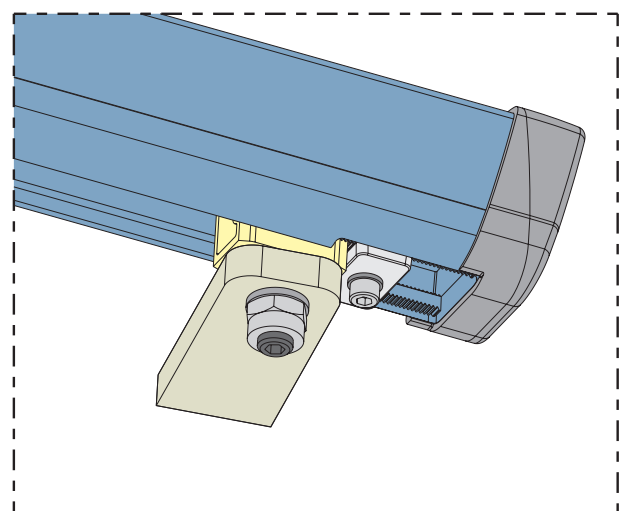

Abb. 21
- 4) Den Anschlag in die Nähe des Anschlusses laut Abb. 21 schieben.